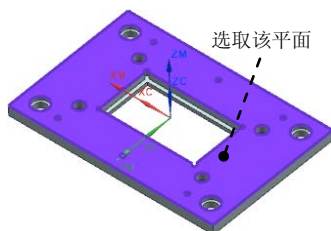
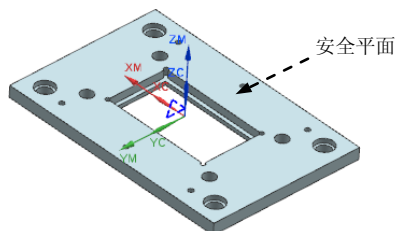

图 11.20 选取参考面
图 11.21 安全平面
Step3. 单击“安全平面”对话框中的 **指定** 按钮，系统弹出“平面”对话框，选取图 11.20 所示的平面为参照，然后在 **偏置** 区域的 **距离** 文本框中输入值 10.0，单击 **确定** 按钮，系统返回“安全平面”对话框并创建一个安全平面，单击“安全平面”对话框中的 **显示** 按钮可以查看创建的安全平面，如图 11.21 所示。